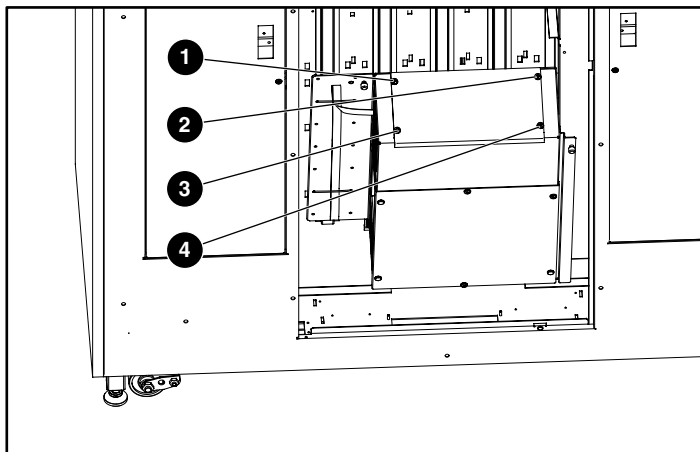

Figura 3: Rimozione del coperchio
- ❶ Vite prigioniera
- ❷ Coperchio
- ❸ Alloggiamento dei componenti elettronici
- ❹ Vite prigioniera
5. Rimuovere le quattro viti situate agli angoli del coperchio (vedere la Figura 3), quindi rimuovere il coperchio.